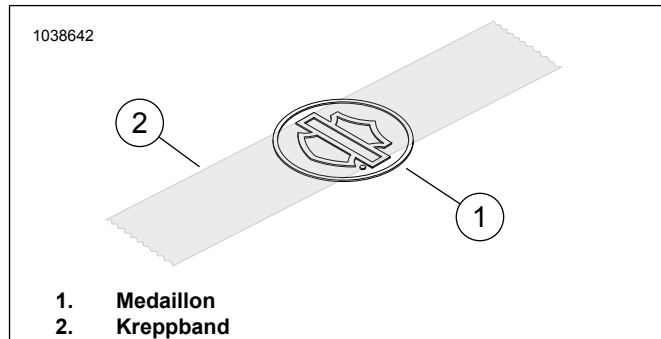

Abbildung 2. Klebeband auf Medaillon anbringen
2. Siehe Abbildung 2. Ein etwa 7,5 cm langes Stück Kreppband (2) mittig über dem „Bar & Shield“ des Medaillons (1) anbringen.
4. Siehe Abbildung 2. Das Medaillon an der Halterung anbringen.